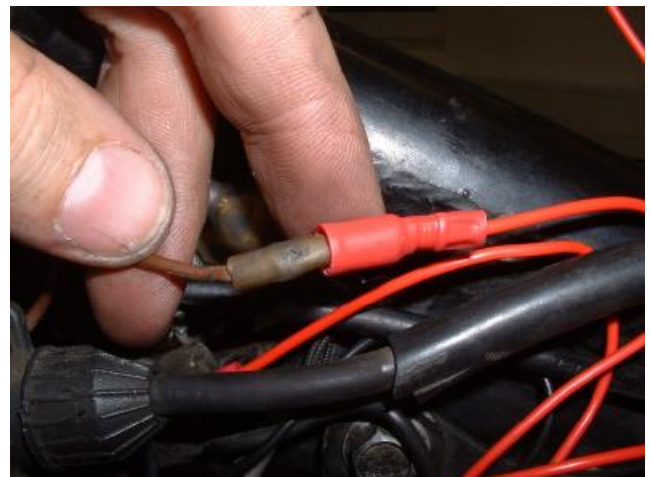

Bild 14
2. Die beiden braunen Kabel von den Zündspulen an den beiden roten Kabeln von der Steuerbox mit der Buchse einstecken (Bild 14).